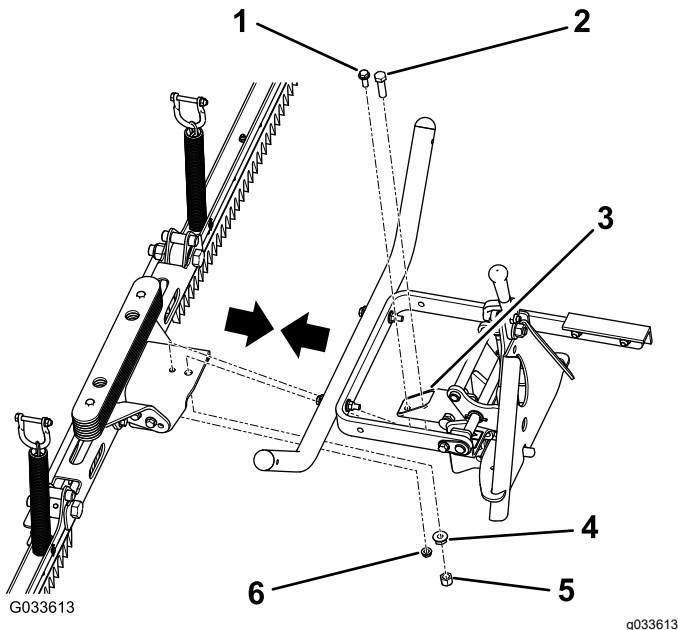

图 8
1. 将耙总成中心支架上的 2 个孔与挂钩管上的 2 个孔对齐 图 8。